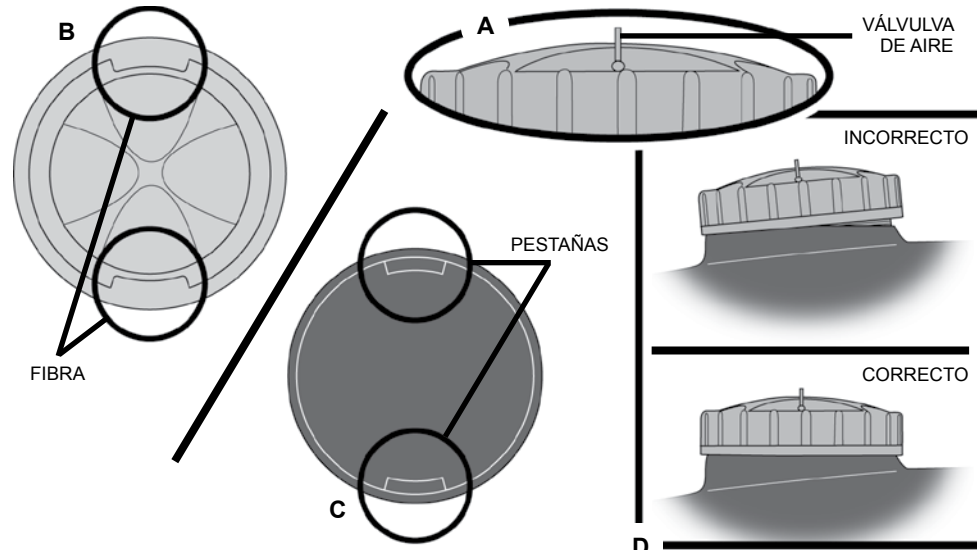

FIGURA 8
NOTA: No retire ni corte la pequeña válvula de plástico sobre la Tapa del Tanque de Agua (FIGURA 8-A). No voltee la unidad cuando el Tanque esté lleno, puede gotear una pequeña cantidad de agua.
4. Ponga nuevamente la Tapa del Tanque de forma que la fibra debajo de ésta (FIGURA 8-B) esté alineada con las pestañas del orificio de llenado (FIGURA 8-C). Presione la Tapa del Tanque para que se ajuste al orificio de llenado. (FIGURA 8-D). Haga un cuarto de giro en el sentido de las manecillas del reloj (como lo indica la ilustración "lock" en la Tapa) para asegurarla.